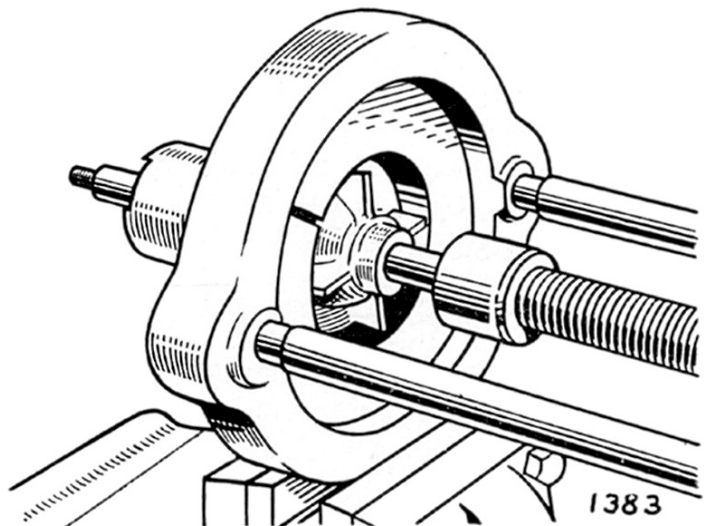

Fig. 9. Extraction de la turbine de pompe à eau de son axe
1. Enlever les pièces (17) et (18) et retirer la poulie (21).
2. Utiliser l'outil Churchill n° FTS.127 avec la presse S 4221 A pour enlever la turbine (31) et l'ensemble joint (30) (Voir Fig. 9)
3. Enlever le circlips (23) et chasser l'ensemble arbre et roulement à billes.
4. Enlever l'arbre (28) l'anneau rotatif (27), le circlips (26), la rondelle (14) et la clavette demi-lune (13), et faire sortir, en pressant, les pièces (24) et (25).